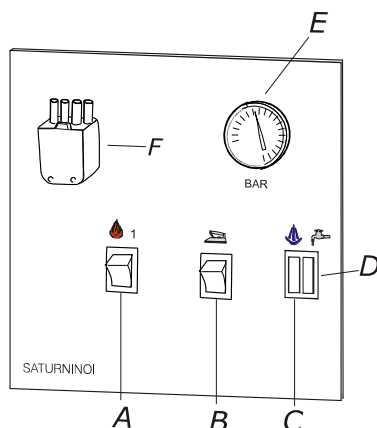
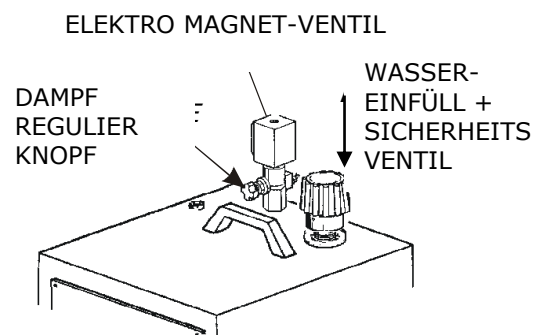
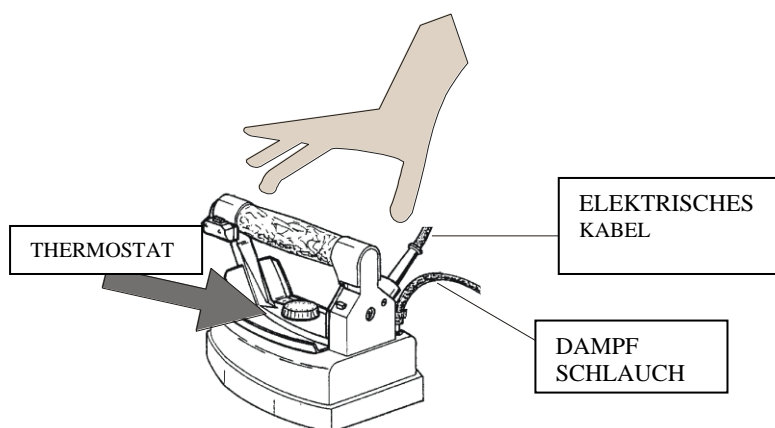
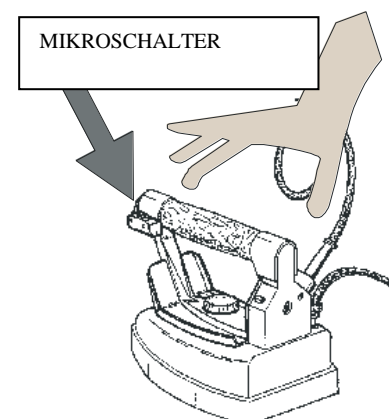

Fig. 2
Fig. 3
Bild. 5
Bild. 6
3. Schalter des Heiz-Kessels einschalten (Bild. 2 A) und nach 5 Minuten Schalter des Bügeleisens einschalten (Bild. 2 B) und den Thermostat von dem Bügeleisen (Bild. 5) auf Baumwolle einstellen.
4. Warten bis das Kontroll- Licht des Heizkessel (Bild. 2 C) ausschaltet und ein Dampf Druck von 2,8 Bar im Manometer anzeigt (Bild 2 E). Das Bügeleisen an dem Handgriff anheben und den Mikroschalter 4-5 Male drücken siehe (Bild. 6). Kontrollieren, dass der Dampf trocken ist (drücken des Mikroschalter **nur** wenn das Bügeleisen nach unten, Richtung des Fuß Bodens gerichtet ist, den Dampf ab bläst Man kann die Dampf Menge an der Regierungs-Schraube regeln (Bild. 3). Nun ist das Bügeleisen bereit zu bügeln. Während des Bügelns, schaltet sich das Kontroll- Licht des Heizkessel ein und aus, Zeichen von einem normalen Betrieb (Bild. 2 C).
5. Wenn das **Niveau des Wassers** im Kessel auf das **Minimum** gekommen ist leuchtet die Lampe (Bild 2 D) auf. Das Gerät + Bügeleisen ausschalten. Das Gerät abkühlen lassen und dann den Wasser Einfüll- Pfropfen aufschrauben und Wasser nachfüllen. **ACHTUNG HEISSER DAMPF – HANDSCHUHE ANZIEHEN !!**
4. **Man darf nur den Wasser Einfüll-Pfropfen (Bild. 3) durch Original BATTISTELLA Pfropfen ersetzen. Hinweis: Der Wasser Einfüll-Pfropfen ist auch ein VENTIL das auf 4,5 bar geeicht ist und seine Funktion dient auch als 2. Überdruck Sicherheits Ventil.**
Mindestens 1 Stunde das Gerät abkühlen lassen – bis die Anzeige des Manometers unter – 0,5 – Bar steht (Bild 2 E) .
1. Mit dem Bügeleisen über die Bügelwäsche gleiten und ab und zu den Mikroschalter drücken, mit Dampf zu bügeln– perfekt und glatte Wäsche. zu erhalten, wird empfohlen, den Thermostat des Bügeleisens (Bild. 5) auf Position "Baumwolle" stellen (bzw. Temperatur laut Wäsche Etikett).
4. Für trockenes Bügeln den Thermostaten des Bügeleisens ausschalten (Bild. 5).
5. Wenn auf einem Tisch ohne REST DAMPF – Absaugung gebügelt wird , ist es möglich dass sich Wasserflecken bilden. Um dies zu vermeiden, sollte man einen Filz auf den normalen Tisch legen und den Dampf Fluss auf die geringste Stufe (Bild. 3) regeln.
3. Es ist empfohlen den Ventil-Kappe jede 2500 Arbeits-Stunden oder spätestens alle 3 Jahre (Bild. 3) zu ersetzen.
3. Den Dampfschlauch und elektrische Kabel des Bügeleisens müssen nach jeder Beschädigung (Bild. 5) ersetzt werden.